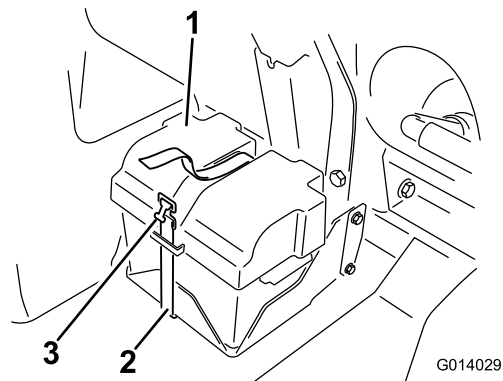
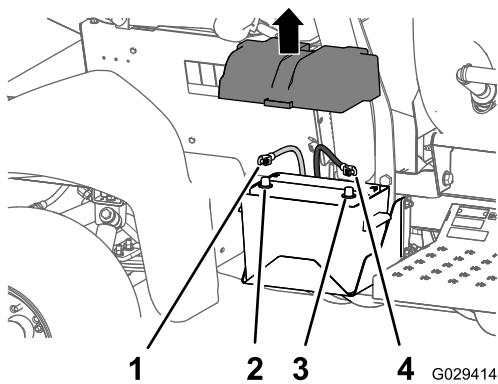

图 2
图 3
1. 拆下电池盖从电池电极上断开负极电池线黑色—接地线 图 2 和 图 3。
2. 从电池电极上断开正极红色接线 图 3。